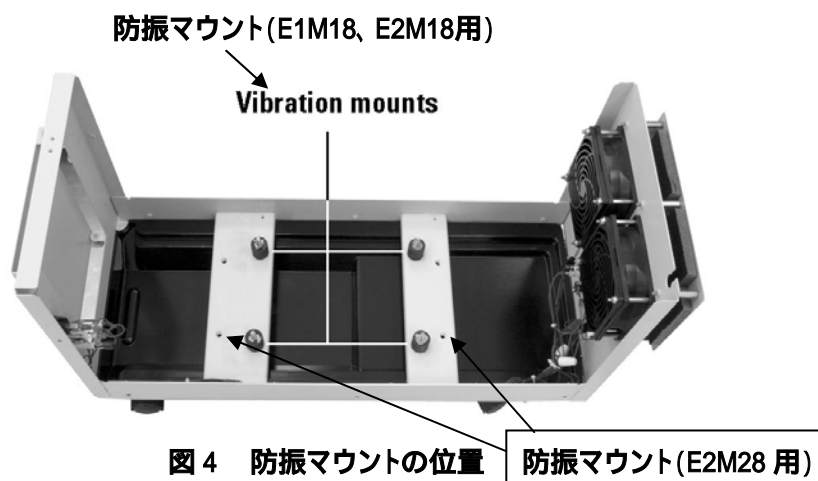

図4 防振マウントの位置
3. 静音ボックス内部の底に止めてある4個の防振マウントからナットを外します。図4を参照してください。
4. ポンプの種類によって防振マウントの位置を変更します。E1M18、E2M18の場合は図4の4箇所を使用します。E2M28ポンプの場合は、防振マウントを図4に示す外側の穴に移動させます。